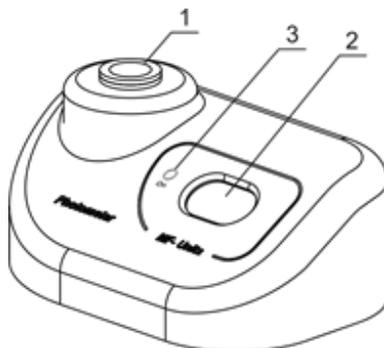

Рисунок 3. Вид спереди
- Проверьте, чтобы адаптер **A-16** был в гнезде прибора (рис. 3/1). Прибор откалиброван для работы со стеклянными пробирками диаметром 16 мм. Откалибруйте прибор для работы с другими пробирками, см. главу **Калибровка**.
2. На дисплее (рис. 3/2) может отображаться:
Примечание. Дисплей **DEN-1B** отключается, если в гнезде прибора нет пробирки дольше одной минуты. Нажмите кнопку **On** (рис. 3/3) для его включения.
8. **Прозрачный стандарт.** На дисплее появится индикация **0.00**. Вставьте в гнездо (рис. 3/1) стандарт для значения **0.00**. Если такой стандарт недоступен, наполните пробирку, используемую для обычных измерений, дистиллированной водой. Используйте пробирку как стандарт **0.00**. Нажмите кнопку **Install** для сохранения значения прозрачного стандарта. Экран покажет следующее требуемое значение калибровки.
9. **Общие правила калибровки.** На дисплее появится индикация соответствующего значения калибровки. Вставьте в гнездо (рис. 3/1) стандарт для этого значения и нажмите кнопку **Install** для сохранения значения данного стандарта.